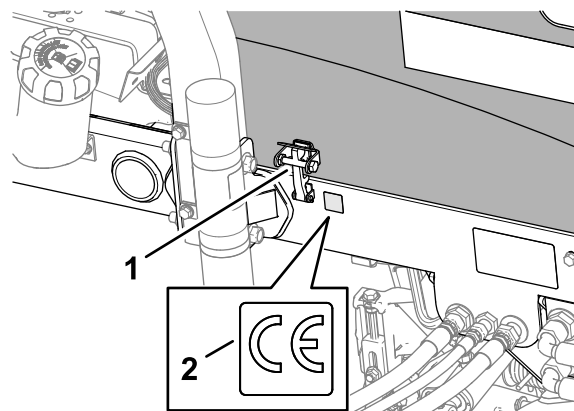

Figura 38
3. Pulite il telaio sinistro in prossimità del fermo del cofano con alcol e lasciate che il telaio si asciughi (Figura 38).
4. Rimuovete la parte posteriore e applicate l'adesivo CE (N.º cat. 133-8095) sul telaio come illustrato nella Figura 38.